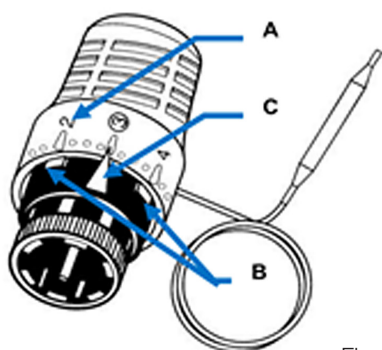

Fig. 5
- Denne Pumpeshunt (FRG 3015-F) er udviklet til at opretholde en konstant fremløbstemperatur i lavtemperatur varmeanlæg som typisk gulvvarme. Fremløbstemperaturen kan indstilles gradvist mellem 20°C og 70°C, på termostaten. Begrænsningen af justeringsområdet er mulig i henhold til maksimum / minimum temperatur (punkt **B** på Fig.5).
Det er muligt at begrænse termostathåndtagetets vandring ved hjælp af blokeringsstapperne **(B)** på Fig.5. For at undgå at for høj fremløbstemperatur forårsager skader på gulvmaterialer bør det korrekte vandringsområde i forhold til temperatur indikatoren **(C)** defineres og sikres.